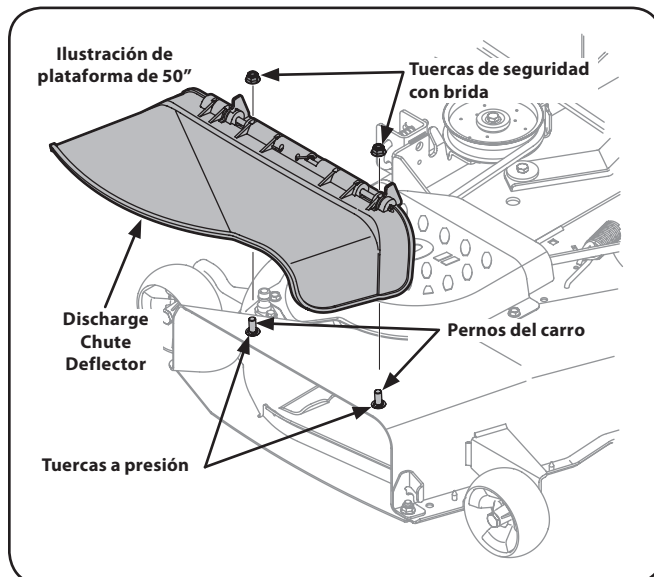

Figura 3-7
3. Instale el deflector del canal de descarga usando los pernos del carro, las tuercas a presión y las tuercas de seguridad con brida, como se indica en la Figura 3-7 y sujete bien los elementos de ferretería.